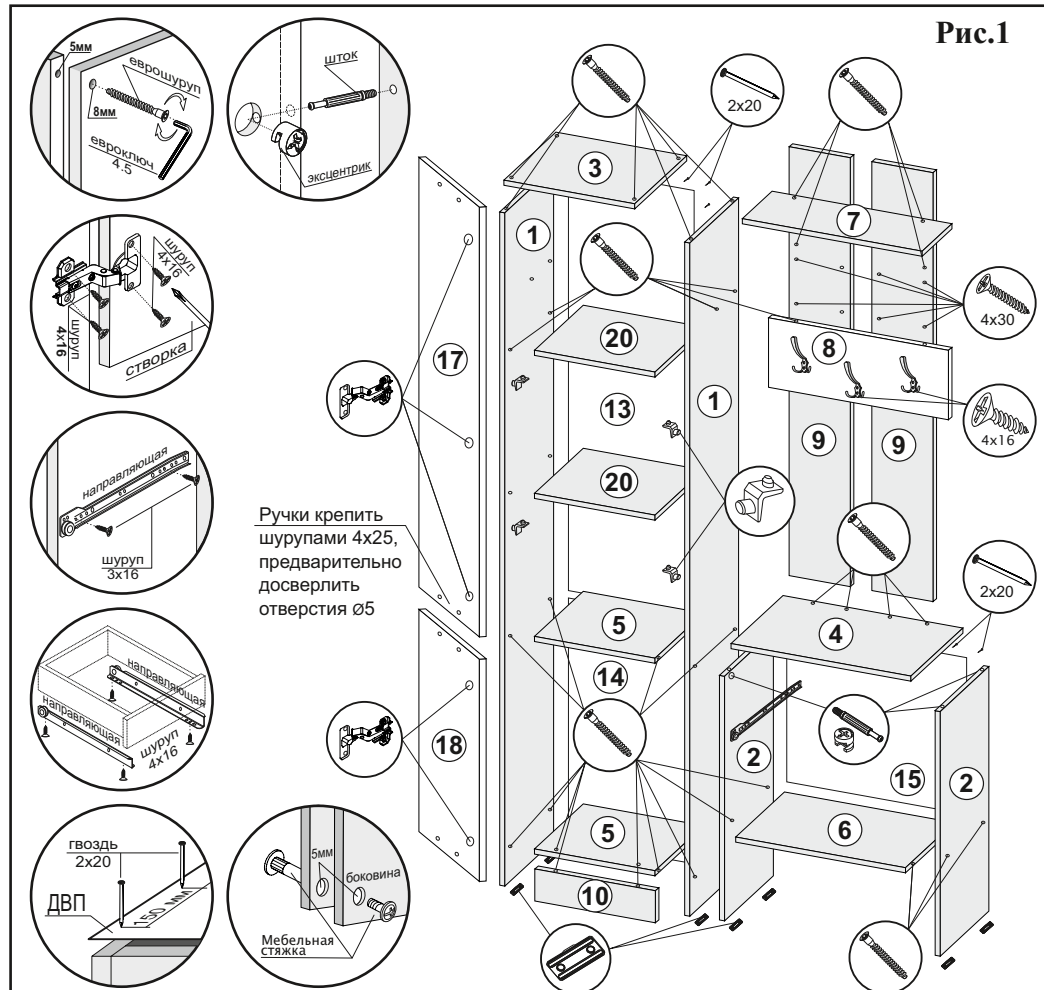

Рис.1
3. Собрать короб пенала. Соединить боковины (1), крышу (3), стяжки (5) и цоколь (10) еврошурупами. Перевернуть изделие лицевой частью вниз и замерить диагонали секции (они должны быть равны: +/- 2мм). Прибить гвоздями 2x20 ДВП (13,14) к задней стенке пенала.
4. Собрать короб тумбы. К боковинам (2) прибить гвоздями 2x20 подпятники и монтировать направляющие шурупами 3x16 по наметкам (рис.1). Соединить боковины (2) и стяжку (6) еврошурупами. К собранному изделию монтировать крышу (4) с помощью эксцентриков.
5. Собрать вешалку. Соединить планку (8) с задней стенкой (9) шурупами 4x30. Развернуть стяжку (7) сверловкой к боковине пенала и монтировать к задней стенке (9) еврошурупами.
6. Соединить заднюю стенку вешалки (9) с крышей тумбы (4) с помощью еврошурупов (рис.1).
7. Досверлить отверстия ø8 в боковине (1) и монтировать к пеналу стяжку (7) еврошурупами.
8. Стянуть пенал с тумбой межсекционными стяжками, предварительно просверлив отверстия ø5 в боковинах (1,2) (желательно под крышкой (4) и стяжкой (6)) (рис.1).
9. Перевернуть изделие лицевой частью вниз и прибить гвоздями 2x20 ДВП (15) к задней стенке тумбы (рис.1).
11. Вставить полки (20), используя полкодержатели с фиксатором (рис.1).
12. Прикрутить ручки (96 мм) шурупами 4x25 к створкам (17,18), предварительно досверлив отверстия ø5 в зависимости от расположения створок (L/R) (рис.1, рис.1.1).
14. Прикрутить крючки к планке (8) шурупами 4x16 (рис.1).
15. **После сборки всего изделия необходимо его крепить к стене с помощью дюбель-винта** (желательно над стяжкой (7)).